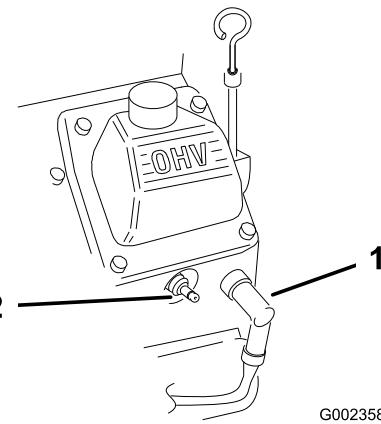

Figura 26
2. Scollegate i cappellotti dalle candele (Figura 26).